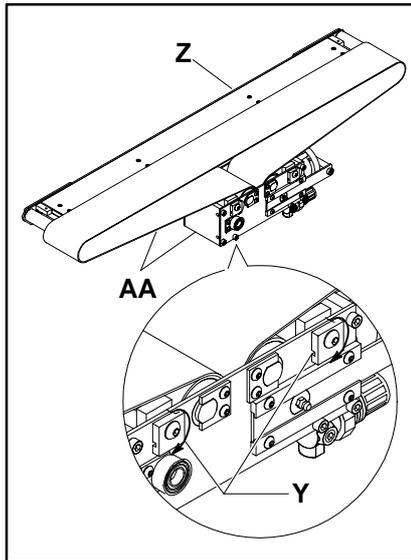

Figure 12
Une fois que l'ancienne bande a été retirée du convoyeur, retirer le module d'entraînement au centre avec la bande du convoyeur en détachant les plaques de fixation de l'entraînement (Y de la figure 12). Ne desserrer les vis que de manière à ce que les plaques de fixation puissent être tournées derrière le châssis du convoyeur. Retirez ensuite le module d'entraînement central avec la bande et posez-le sur un établi propre pour le démonter partiellement afin de pouvoir retirer l'ancienne bande du convoyeur (AA) en suivant la procédure décrite ci-après.
Glissez le châssis du convoyeur (Z de la figure 12) dans la boucle de la nouvelle bande du convoyeur, au-dessus du module d'entraînement central.